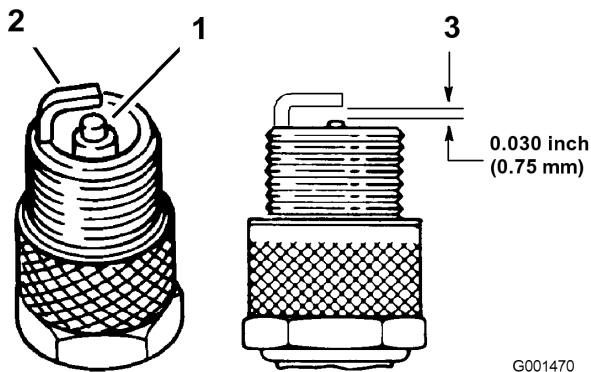

Figure 30
- Contrôlez l'écartement entre l'électrode centrale et l'électrode latérale (Figure 30). Courbez l'électrode latérale (Figure 30) si l'écartement est incorrect.
- Connectez les bougies (Figure 30).
- Examinez le centre des bougies (Figure 30). Si le bec de l'isolateur est recouvert d'un léger dépôt gris ou brun, le moteur fonctionne correctement. S'il est couvert d'un dépôt noir, c'est généralement signe que le filtre à air est encrassé.